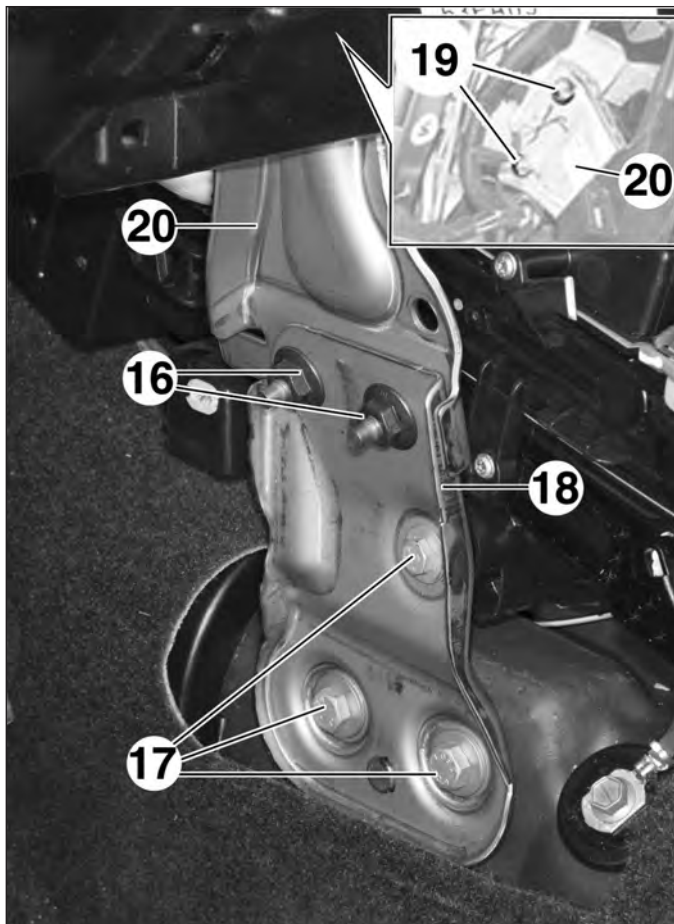
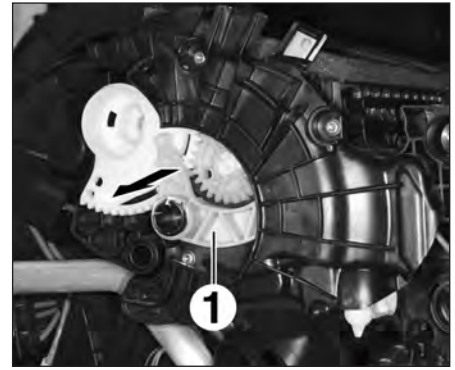

FIG.23
FIG.30
- les écrous (16) (Fig.23),
- les vis (17),
- le support (18),
- les vis (19),
- le support (20),
- le support (20).
- Dégrafer le levier de commande (1) (Fig.30).